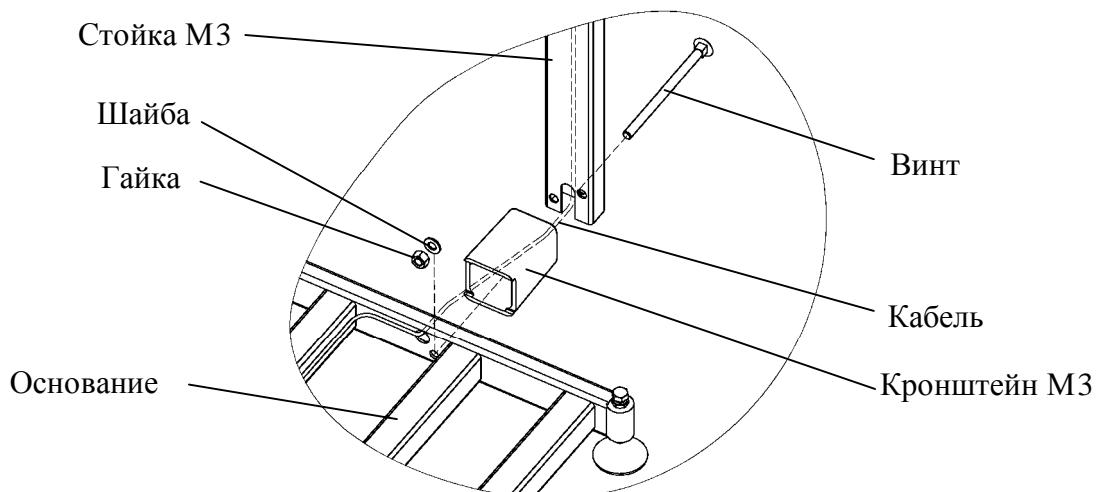

Рисунок 6.4 - Крепление прямоугольной стойки к основанию весовой платформы ТВ-M_P3
- протянуть кабель весовой платформы через кронштейн и стойку (см. рис.6.4);